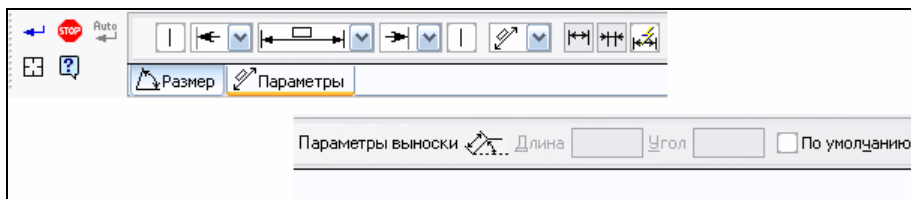

Рис. 2.18. Панель свойств команды **Угловой размер** на вкладке **Параметры**
- ◆ щелкните ЛК мыши на вкладке **Параметры** (рис. 2.18). На этой вкладке задаются вид стрелок, положение надписи и расположение стрелок;